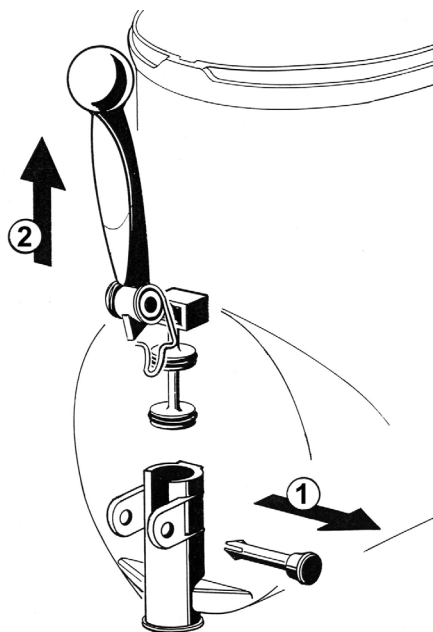

figura 12
- 5 Extraiga el grifo desatornillando el perno de bloqueo y tirando la palanca hacia arriba. (ver figura 12).
3 Armar de nuevo el grifo sobre el contenedor siguiendo la secuencia inversa a la detallada para el desmontaje (vedere figura 12).